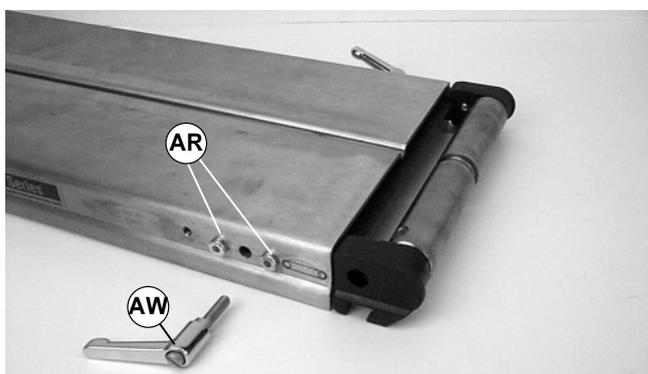

Abbildung 35
1. Den Griff entfernen (AW siehe Abbildung 35).
2. Zwei (2) Schrauben entfernen (AR siehe Abbildung 35).